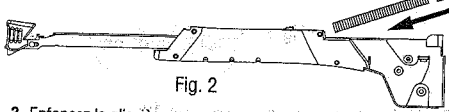

Fig. 2
2. Placez jusqu'à 2 bâtonnets d'agrafes dans le canal du bas comme montré dans la fig. 2 de façon à ce que les pattes pointent vers le haut. Glissez le premier bâtonnet jusqu'au fond de l'outil pour en mettre un deuxième.